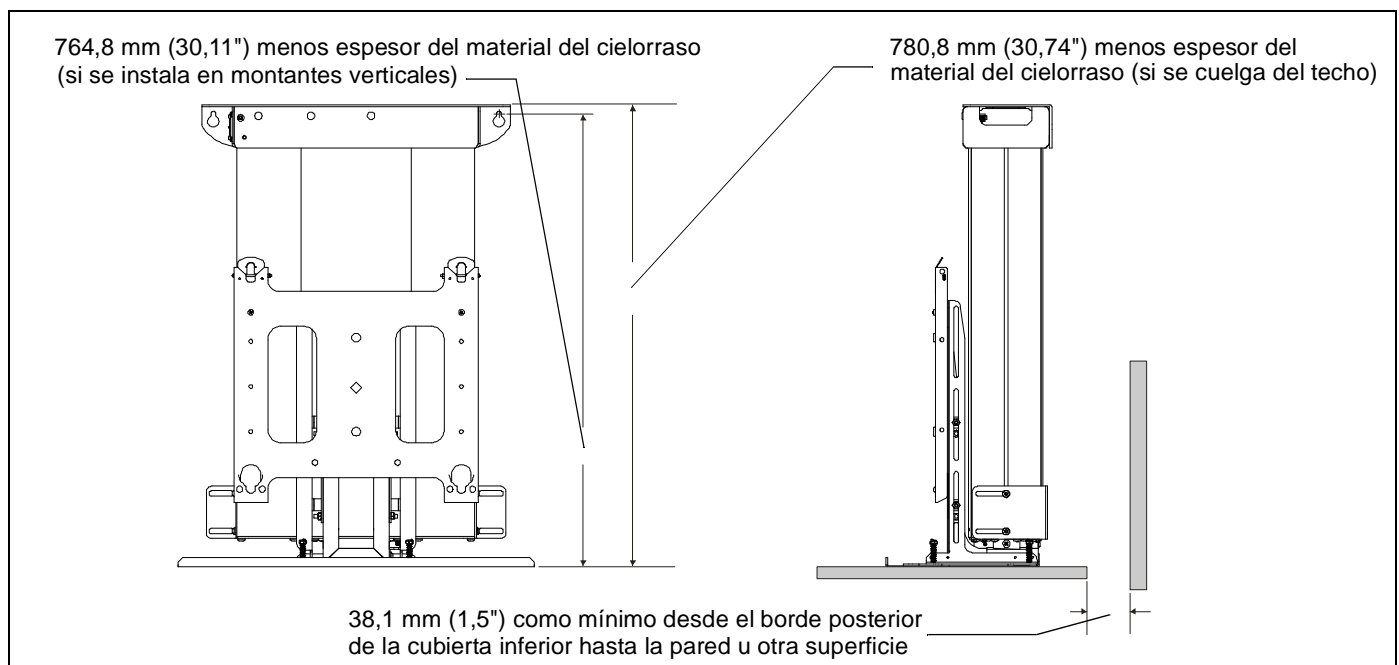
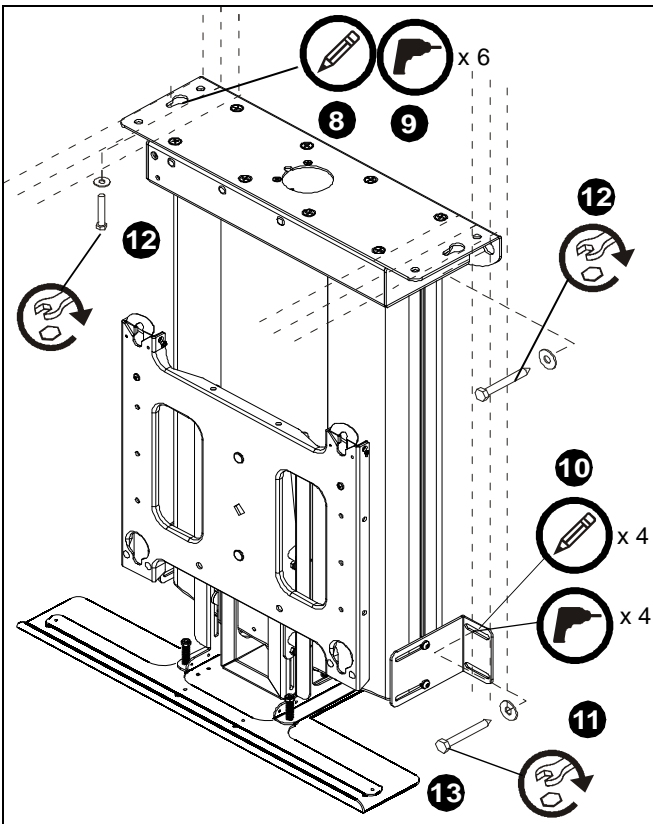

Figura 15
Figura 16
4. Determine la posición vertical y horizontal del soporte. (Consulte la Figura 15).
5. Afloje los cuatro tornillos que fijan las placas de sujeción laterales al marco y ajuste su posición de modo que queden correctamente ubicadas contra los montantes, si corresponde. (Consulte la Figura 16).
7. Manteniendo las distancias detalladas en la Figura 15, marque la ubicación de los orificios de montaje de la placa de apoyo. (Consulte la Figura 16).
9. Marque la ubicación de los cuatro orificios de montaje de las placas de sujeción laterales, si corresponde. (Consulte la Figura 16).
11. Fije la placa de apoyo a la estructura utilizando dos (montaje en pared) o seis (montaje en techo) arandelas planas de 5/16" y dos o seis tornillos de 5/16" de 2 1/2" de largo. (Consulte la Figura 16).
12. Si corresponde, fije las placas de sujeción laterales a los montantes utilizando cuatro arandelas planas de 5/16" y cuatro tornillos de 5/16" de 2 1/2" de largo. (Consulte la Figura 16).